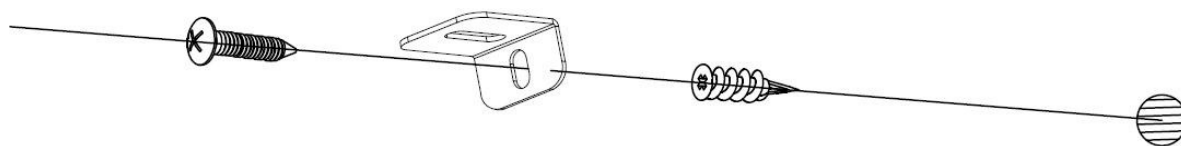

Fig 3-3
Montez l'ancrage mural en plastique (C) dans la cloison sèche. Insérez la vis la plus longue (B) dans le trou du support en L puis dans l'ancrage mural afin d'éviter que le foyer ne se détache du mur. (Fig 3-3)